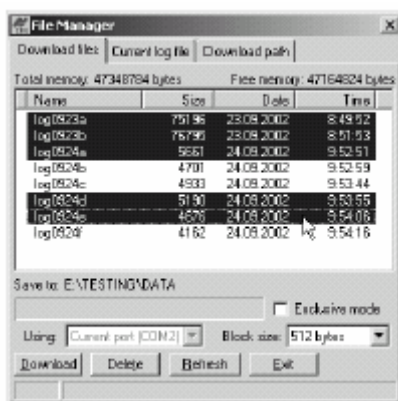

Figura 4-4. Descarga de archivos
- Haga clic en la pestaña *Descargar archivos* y seleccione los archivos que pretende descargar (Figura 4-4).